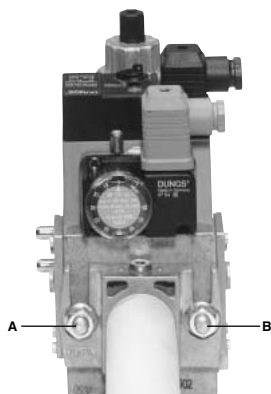

Fig. 23
3. apretar los tornillos A, B, C y D (Fig. 23 - Fig. 24), respetando las posiciones de montaje (Fig. 26);